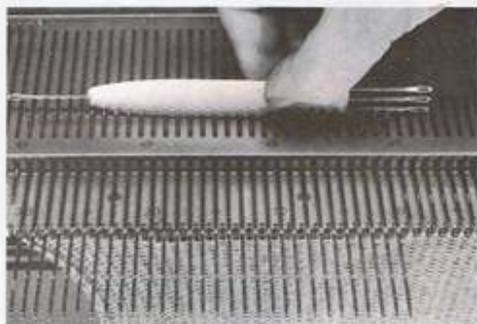

Fig. 70
- A l'endroit exact de la boutonnière, **mettre toutes les aiguilles du côté gauche**, en position « F » en appliquant bien le tricot contre la machine afin de faire glisser les mailles derrière les clapets des aiguilles (fig. 70).